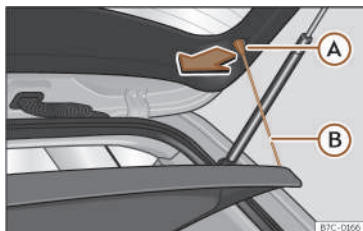

Fig. 152 Nel bagagliaio: smontare e montare il ripiano.
- Sganciare i tiranti di sostegno >>> **fig. 152** **(B)** dagli alloggiamenti **(A)**.
- Agganciare i tiranti di sostegno >>> **fig. 152** **(B)** nel cofano posteriore.